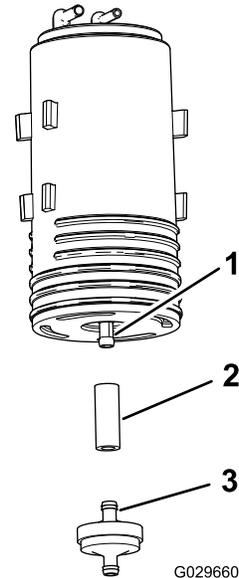

図 48
- 外したカーボンキャニスタの下側のフィッティングからフィルタと短いホースを取り外す 図 48。
- 新しいカーボンキャニスタの下側フィッティングに、ホースを接続する 図 48。
- ホースに、新しいカーボンキャニスタのフィッティングを取り付ける 図 48。